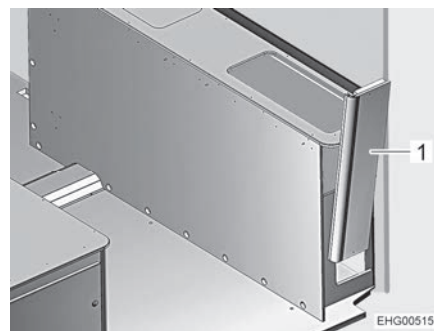

Bild 108 Sänglåda höger, sidoplåt
- Ta bort sidoplåten (Bild 108,1) uppåt medan du försiktigt skakar den.